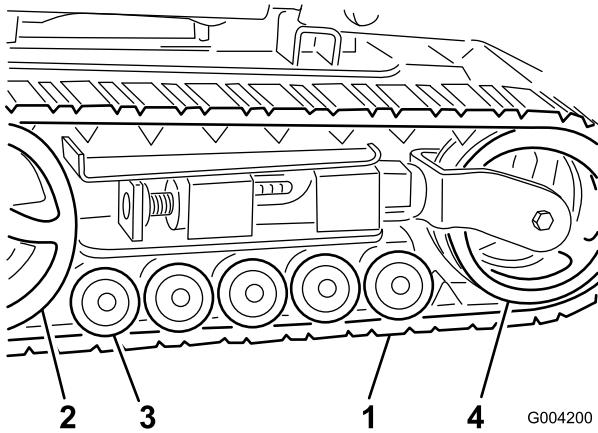

Figura 45
**Importante:** Asegúrese de limpiar completamente las ruedas de rodaje, la rueda tensora y la rueda motriz (Figura 45). Las ruedas de rodaje deben rodar libremente cuando están limpias.